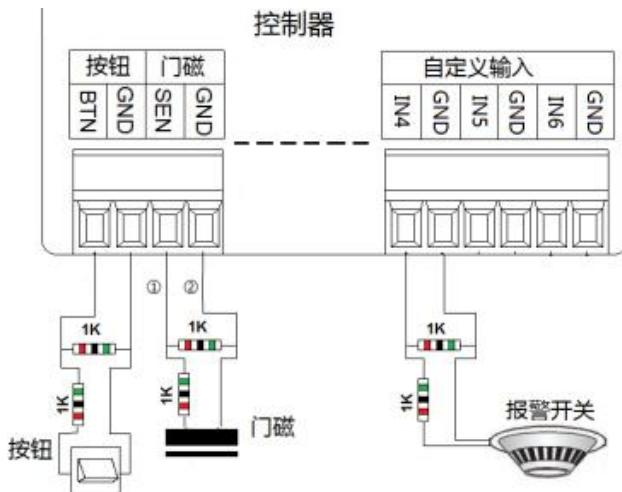

图6：四态检测接线示意图
四态就是断开、闭合、短路、断路4种状态。设备可以检测门磁、按钮、自定义输入（如报警输入）的这4种状态。断开、闭合就是门磁、按钮、自定义输入的正常开关状态，短路就是下图①②位置线连通，断路就是①或②位置的线断开，如图6所示：
注：此功能要在门磁、按钮、报警设备处加2个1K的电阻，接线方式如图6所示。